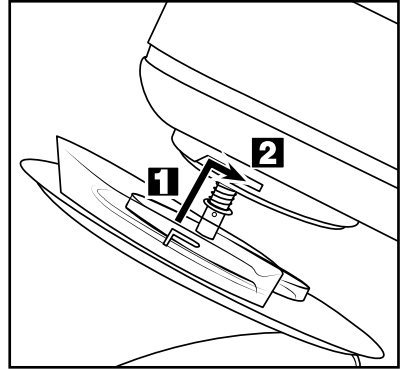

Fig. 1: montaje de la tapa 9
- Coloque la tapa 9 desde abajo en el brazo basculante 1 de forma que los encastrés de la tapa 9 encajen en los raíles del brazo basculante 1 (fig. 1/1). La flecha de la tapa 9 debe apuntar al símbolo  en el brazo basculante 1:
- Para encastrarla, gire la tapa 9 en el sentido indicado por la flecha  de modo que el encastre encaje y la tapa 9 quede firmemente fijada (fig. 1/2).